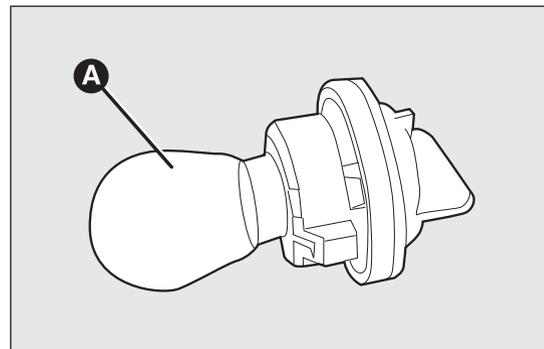

fig. 137
- extraer la lámpara A fig. 137 y sustituirla;